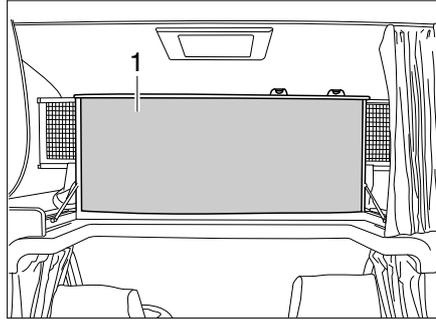

Bild 100 Alkovenbett, nach oben geklappt
- Alkovenbett (Bild 100,1) vorn nach oben klappen. Das Alkovenbett wird von Gasdruck-Federn in der oberen Stellung gehalten.